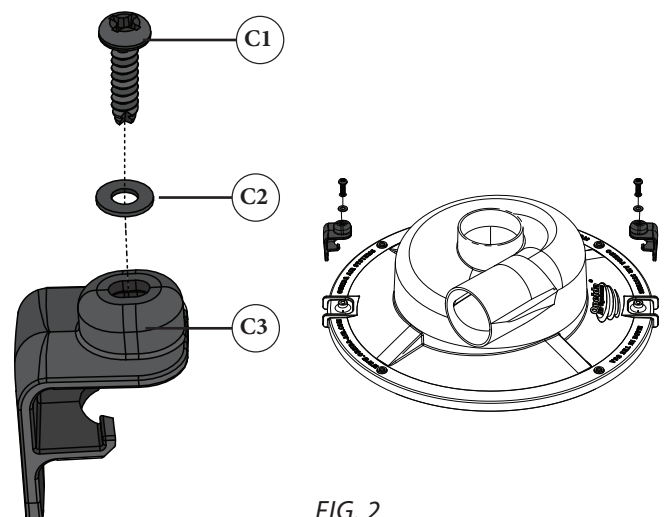

FIG. 2
2. Asegure cada Pestillo (C3) a la Tapa Separadora (A) usando una Arandela Plana (C2), y un Tornillo de Corte de Hilo (C1) como se muestra en [FIG. 2].